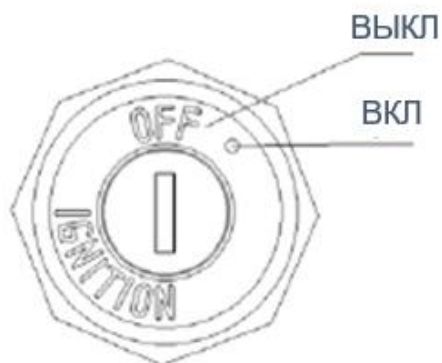

Рисунок 5. Замок включения питания
1. Вставьте ключ в замок включения питания, поверните в положение ВКЛ. (рис.5)